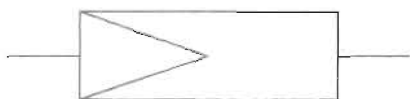

图 5-8
(1) 打开配套光盘中的“操作示例 5-1.dwg”文件，如图 5-8 所示。